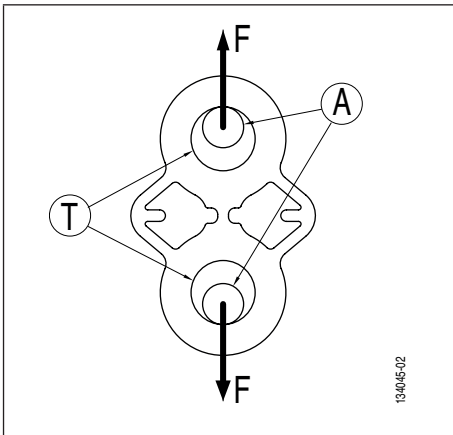

Fig. 2
Une gamme complète des plaquettes de test TA a été développée en vue de tester en traction les points d'ancrage. Les trous d'accrochage (Fig. 2, repère T) des plaquettes sont dimensionnés en vue de recevoir des manilles lyre de haute résistance.
- Mise en charge de la plaquette de test TA (Fig. 2).